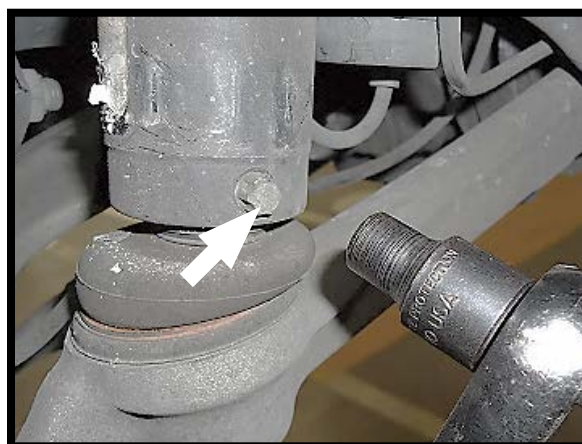

FIGURA 12
7. UBIQUEY AFLOJE LOS TORNILLOS DEL JUEGO DE MONTAJE INFERIOR. (FIGURA 12)